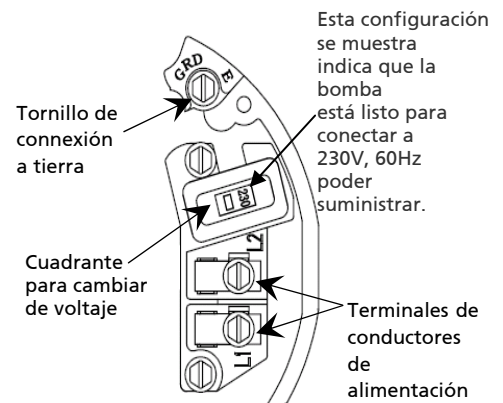
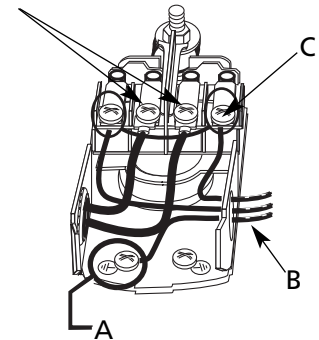

Figura 10 – Voltaje Establecido en 230 Voltios, Con Cuadrante
Figura 11 – Voltaje Establecido en 230 Voltios, Con Cuadrante
El tablero de terminales del motor (ubicado debajo de la tapa extrema del motor) debe parecerse al que se muestra en la Figura 10.
2. Seleccione el ARRIBA posición de perilla para 115V o ABAJO posición para 230V, hasta que 115 o 230 mostrado en la ventana de esfera (vea Figura 10).
(Véase la Figura 11)
Cuando reemplace el motor, compare el diagrama de cableado en la placa de identificación del motor contra el diagrama, véase la Figura 10, página 11. Si no son iguales, siga el diagrama en el motor, véase la Figura 11, página 11.
1. Conecte primero el conductor de tierra como se muestra en la Figura 10, página 11. El conductor de tierra debe ser un alambre de cobre sólido al menos de igual longitud que los conductores de suministro eléctrico.
4. Conecte los conductores de suministro eléctrico al presostato según se indica en la Figura 11.